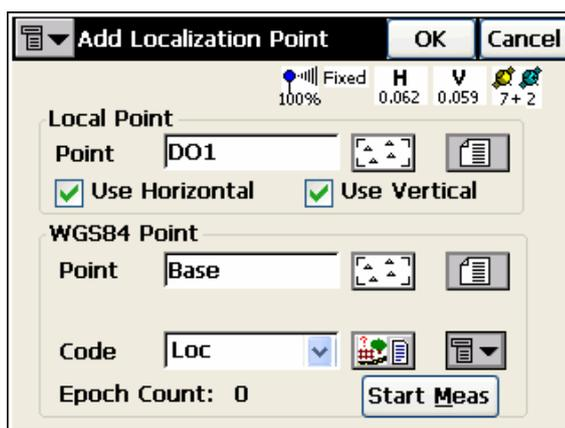

Рисунок 6-2. Добавить точку
2. В окне **Add Localization Point (Добавить точку)** задайте указанные ниже параметры, после чего нажмите **OK** (рис. 6-2).